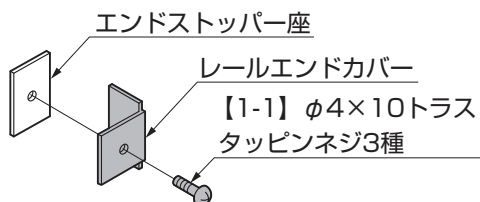
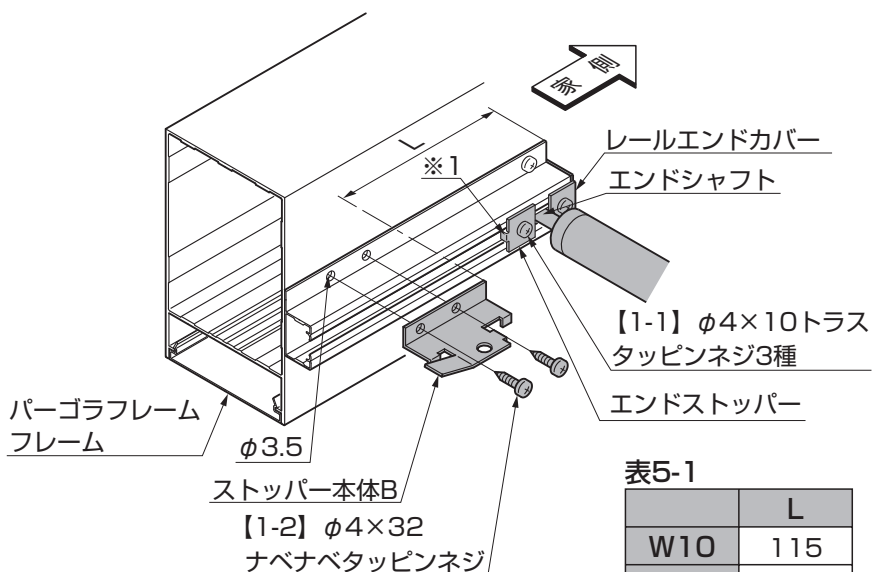

図5-3 レールエンドカバーの組付け
図5-4 A部詳細
●エンドシャフトを挿入する前に、エンドストッパーの向き(※1)に注意して挿入してください。(図5-4参照)
④レールにエンドシャフトを挿入してください。
⑤エンドストッパー座とレールエンドカバーを【1-1】で仮止めしてください。(図5-3参照)
⑥レールの家側からレールにエンドストッパー座とレールエンドカバーをはさみ込むように入れて、【1-1】を本締めしてください。
⑦エンドシャフトが動かないように、エンドストッパーを【1-1】で本締めしてください。(図5-4参照)
⑧表5-1を参照して、「ストッパー本体A」、「ストッパー本体B」をあてて、フレームまたはパーゴラフレームにφ3.5の穴をあけてください。
⑨「ストッパー本体A」、「ストッパー本体B」を向きに注意して【1-2】で固定してください。